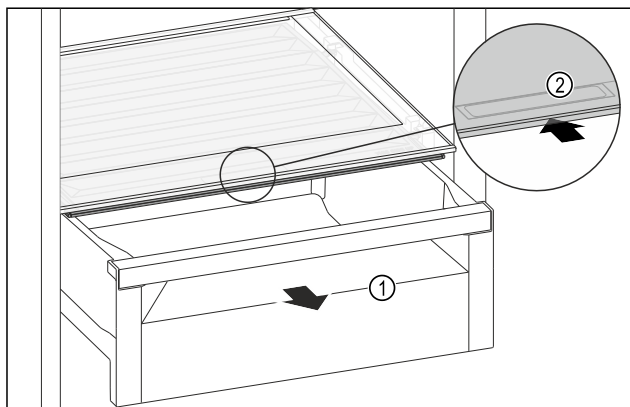

Fig. 111
- ▶ Zásuvku Fig. 111 (1) vytáhněte.
- ▶ Uchopte prohlubeň pro rukojeť Fig. 111 (2) na víku zásuvky a současně zasuňte víko zásuvky směrem dozadu.